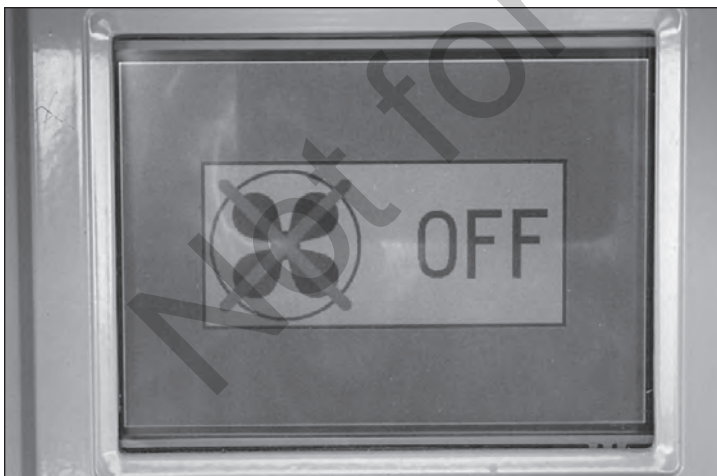

Figure 33
3. Une fois que la température a descendu à 54,4 °C (130 °F), le ventilateur principal s'arrêtera, puis l'écran DÉMARRAGE devrait apparaître. Voir les Figures 33 ou 34.